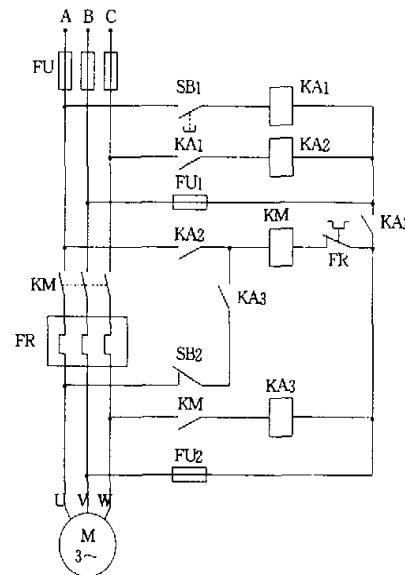

图1
(1) 仅靠刀闸开关控制,没有设置具有保护功能的配电板。如果水泵与电动机的传动轴发生偏斜、锈蚀或被异物卡住,电动机在此种情况下长期运行,会导致绕组温度急剧上升,直至烧毁。解决办法:可安装设有电压表、电流表、信号继电器(如:电铃)等仪表的简单配电板,便于操作人员随时观察、分析运行情况;发生事故时,及早发出警告,便于操作人员及时进行检查和处理。
(2) 设有熔断器、铁壳开关和无功功率补偿器,但缺少失压、过流和温升等保护装置。因为农用线路停电频繁,负荷差别大,造成电动机的开停次数多,这使得熔断器的熔丝容易烧断而造成电动机断相、失压和过流,由于无法自行切断电源,导致电动机烧毁。解决办法:安装具有失压、过流和温度保护装置的配电屏。另外,笔者介绍一种三相电动机永缺相启动装置控制电路[1]给大家,有条件的可考虑设置,其特点为:①主电路任缺一相,电动机绝对不会启动;②主接触器线圈电源取自电动机端子,主电路任缺一相,电动机会自动停机;③可靠性高。具体运行控制电路如图1所示。